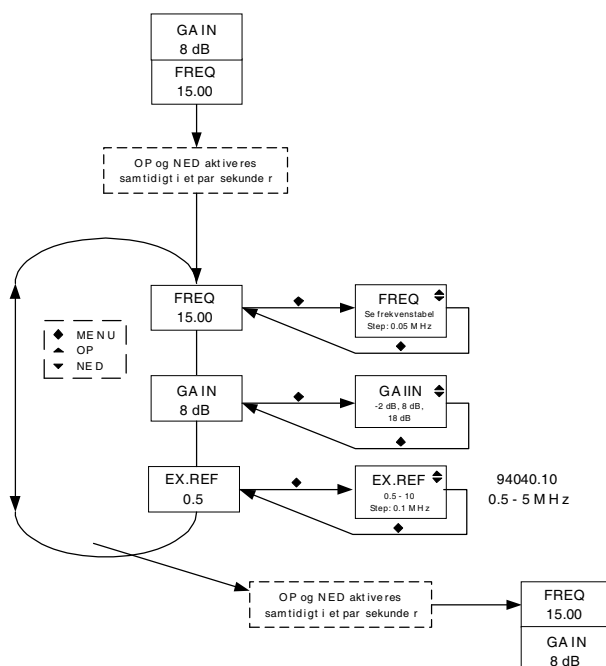

Fig. 6 Menustruktur
2. Derefter vil nedkonverteren stå i menu-punktet **FREQ**, som illustreret i fig. 6.
Menustrukturen er vist fig. 6.